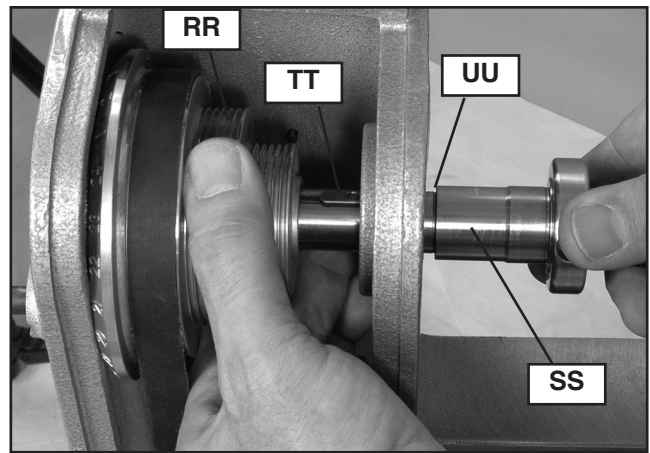

Fig. 35
11. Insérer la poulie de l'arbre (RR) à l'intérieur de la poupée fixe (comme montré à la fig. 35) et la maintenir en position lors de l'insertion de la tige de la poulie (SS) dans la poupée fixe et la poulie. Prendre soin d'aligner la clavette de la tige (TT) avec la rainure de clavette (non illustrée).
12. S'assurer que la poulie est fermement enfoncée contre l'épaulement (UU) de la tige.